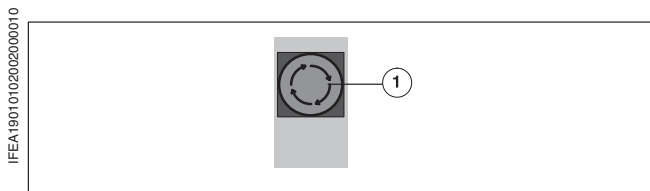

Рис. 2 Аварийный выключатель ударного действия
Аварийный выключатель - это красный выключатель на желтом фоне (Рис. 2/①). Он находится на **главном пульте управления**, а в двухкрасочной машине - также и на **дополнительном пульте управления** на второй печатной секции (ПС 2).